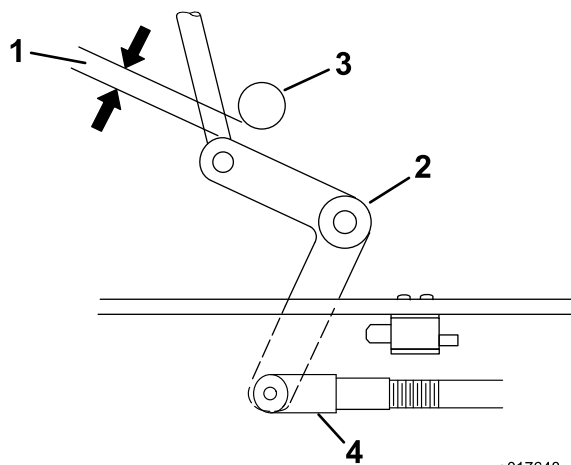

Figura 48
- Ajuste la longitud del acoplamiento hasta que el extremo inferior de la palanca acodada casi roce el refuerzo del soporte del eje (Figura 48).
9. Afloje la tuerca de la horquilla (Figura 48).